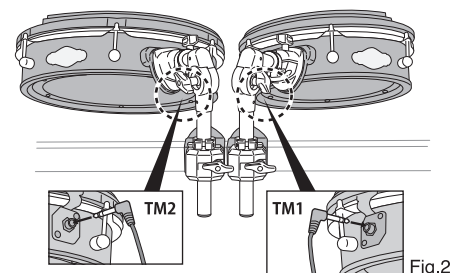

Fig.23
3. Insert "Tom" cables (TM1~TM3) into the Toms from Module (Fig.23 & 24).
ケーブル TM1~TM3 を各ジャックに接続します (Fig.23,24)。